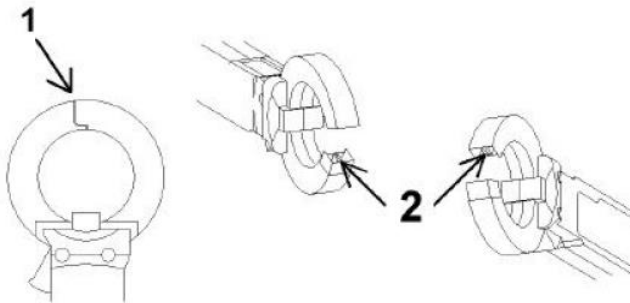

Bild 3
Die Backen Bild 3 (1) der Strommesszange müssen sich ohne Kraftaufwand schließen lassen.
Die Metalllamellen Bild 3 (2) dürfen nicht verbogen oder beschädigt sein!
- Beim Schließen müssen sich die Backen Bild 3 (1) ohne Kraftaufwand schließen, da sonst die Metalllamellen Bild 3 (2) beschädigt werden können.